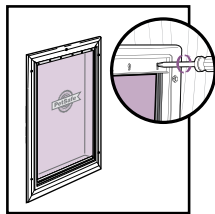

FIG. 13
1. Skruva loss skruvarna från husdjursdörrens invändiga ram (**Fig. 13**).